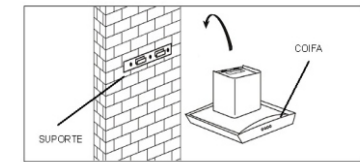

Fig.5
- Encaixar a Coifa no suporte (Fig.5). Após o encaixe, verificar e apertar os parafusos para que exista uma perfeita fixação, evitando supostas vibrações;